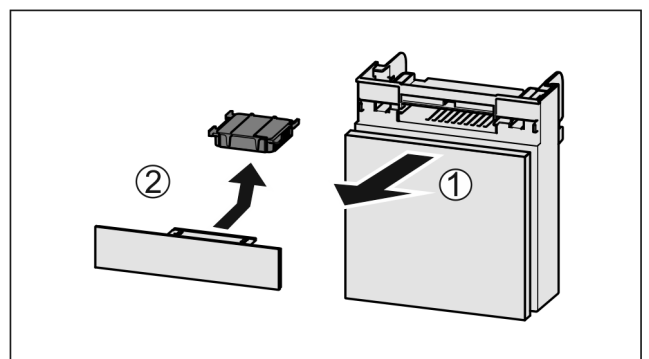

Fig. 127
- ▶ Потягніть Fig. 127 (1) відділення вперед.
- ▶ Витягнути Fig. 127 (2) фільтр з активованого вугілля.